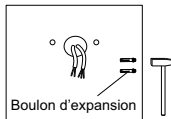

Fig. 7
- 5.) Insérez les boulons d'expansion (boulons d'ancrage) dans les trous percés à l'étape 4 (**Fig. 7**).